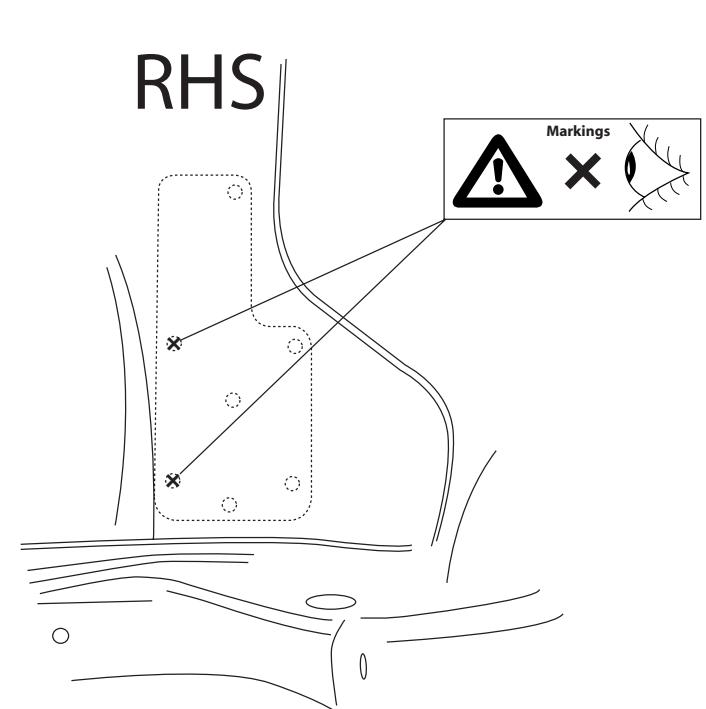

Fig.3
- Wywiercąc otwory X do około 10,5 mm. Patrz rysunek 3.